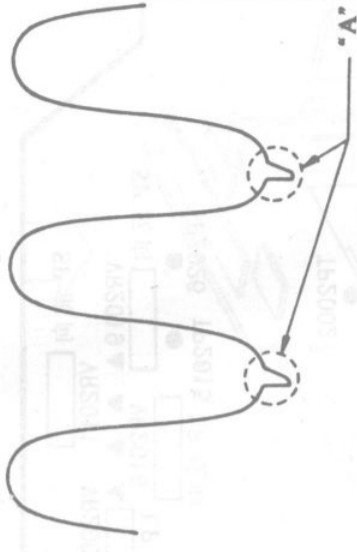

图14
②将示波器探头连接IC851-11
③调节T851，使A位于波谷，如图14所示。